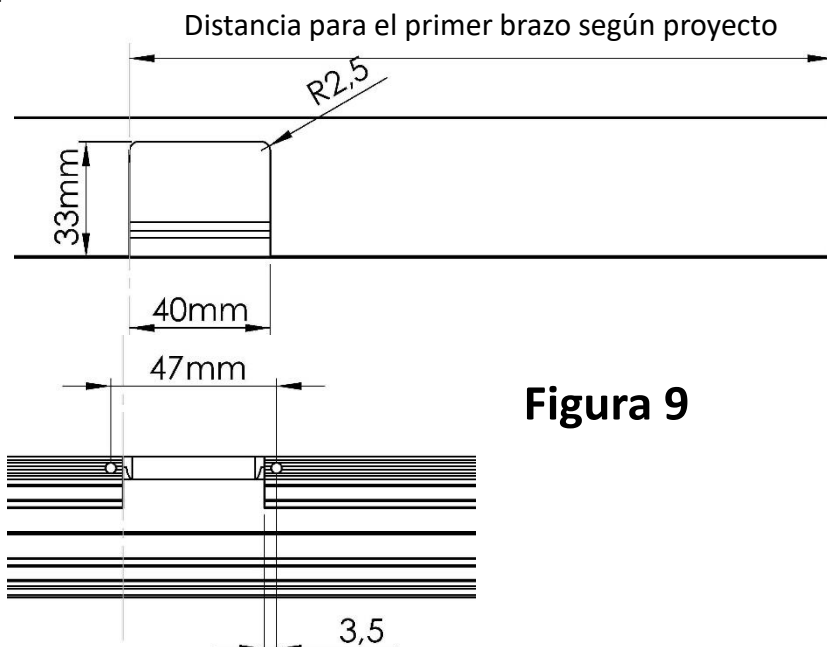
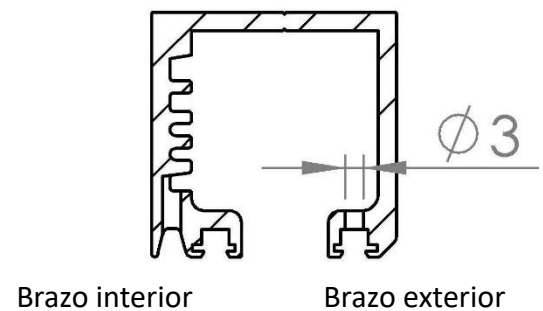

Figura 9
Figura 10
- En el caso que el sistema cuente con el componente Embellecedor Brazo, el mecanizado a realizar en el carril superior es el que se muestra en la Figura 9. Realizar dos taladros de diámetro 3 mm en las posición que se indica en la Figura 10, identificando si el brazo va en cara interior o exterior de carril.